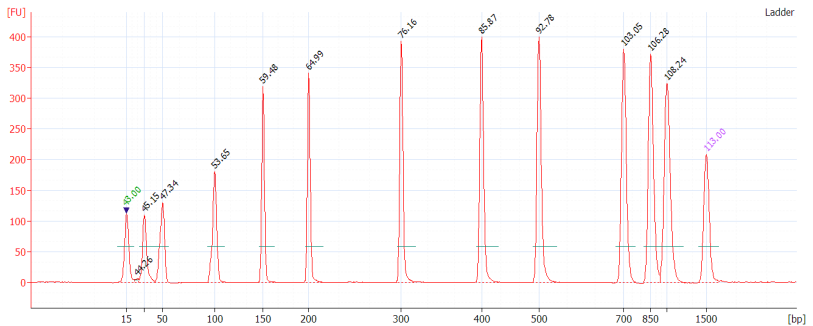

Figura 8: Eletroferograma Ladder (bioanalisador)
- Certifique-se de que o perfil do gráfico Ladder é semelhante ao da Figura 8 abaixo e contém 13 picos, com o mais baixo a 15 bp e o mais alto a 1500 bp (estes são os marcadores que estarão presentes em todas as leituras de amostras) e uma linha de referência plana (consulte a Figura 8).